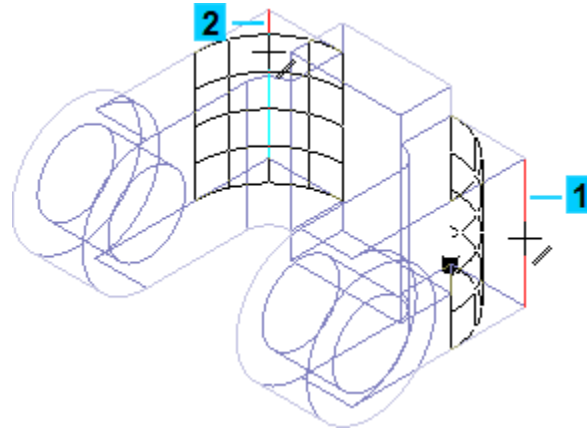

Рисунок 40.
- Укажите два внешних ребра на проушинах (рис. 40).